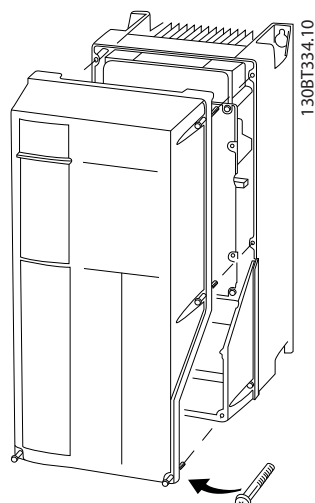

Ilustración 2.13 Acceso al cableado de control de las protecciones A4, A5, B1, B2, C1 y C2
- También puede retirar la cubierta frontal aflojando los tornillos de fijación. Consulte *Ilustración 2.13*.